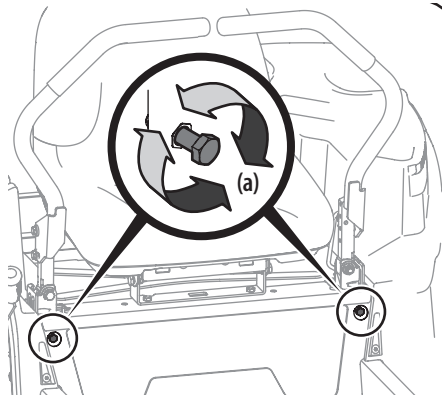

Figura 39
2. Ubique los pernos del ajuste de detención de las palancas de control de la transmisión de barras de seguridad (a) que están en el frente del marco del asiento. Consulte la Figura 39.